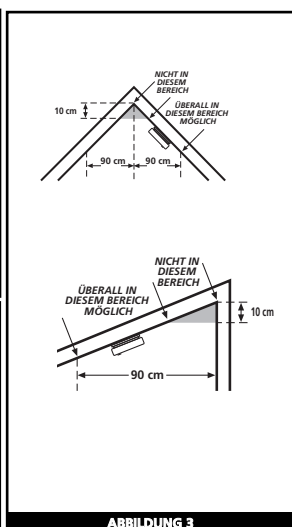

ABBILDUNG 3
- Montieren Sie Rauchmelder auf abgeschrägten oder zugespitzten Decken bzw. in Zimmern mit Dachschräge mindestens 10 cm (vertikal gemessen) und maximal 90 cm (horizontal gemessen) vom höchsten Punkt entfernt. Das gilt auch, wenn mehrere Melder in einem Raum montiert werden; in diesem Fall installieren Sie mit einem angemessenen Abstand voneinander. In Zimmern mit einer horizontalen Deckenneigung über 30 cm auf 2,4 m sollten Rauchmelder an der Decke im höheren Teil des Raumes platziert werden. (siehe Abbildung 3).